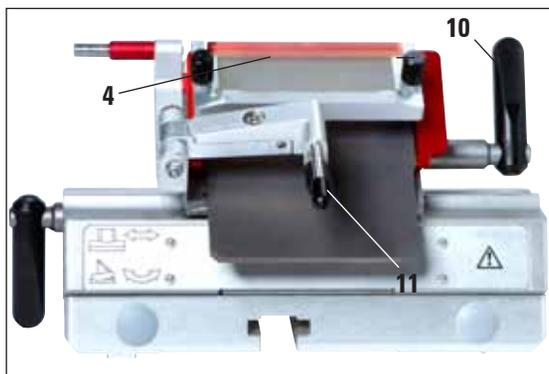

Fig. 4
4. Girar la palanca de fijación (10) en el sentido de las agujas del reloj para sujetarla (véase fig. 4).
5. Plegar de nuevo el sistema antirroll (4) con la palanca (11) hacia la derecha (en dirección a la cuchilla).